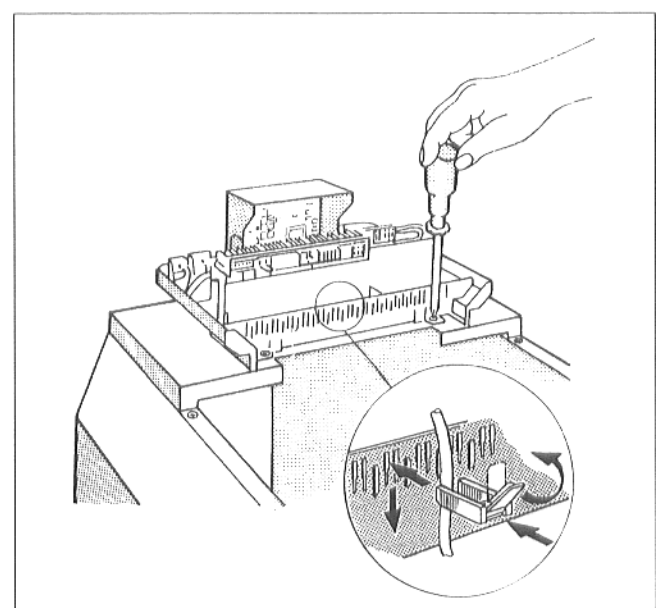

Abb. 16
- Regelgerät mit zwei Schrauben auf der vorderen Kesselhaube festschrauben (Abb.16).
- Alle Leitungen mit Kabelschellen sichern: Kabelschelle mit eingelegter Leitung von oben in die Schlitz des Schellenrahmens einsetzen; der Steg des Hebels muß dabei nach oben zeigen. Kabelschelle herunterschieben und gegendrücken. Hebel nach oben umlegen (Abb. 16).